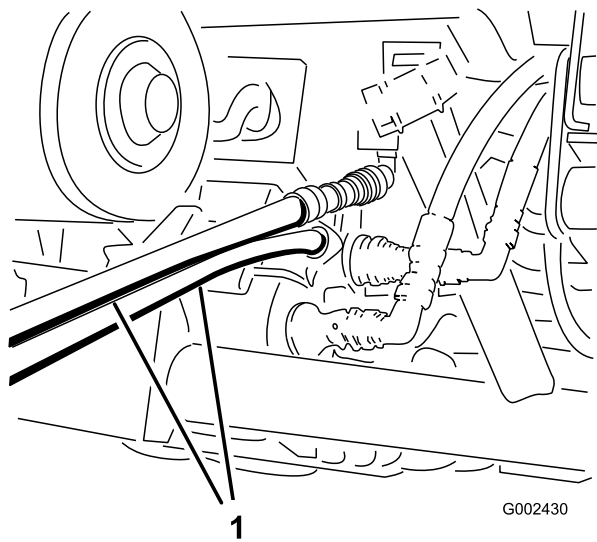

図 94
- 救援側のワークマンのカップラブラケットのにまだついているカップラに、救援用ホースを接続する上のホースは上のカップラに、下のホースは下のカップラに接続する 図 94。